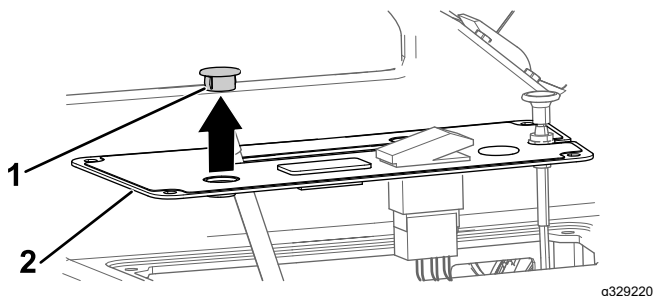

Figura 4
2. Retire a tampa redonda da cobertura do painel de controlo (Figura 4).